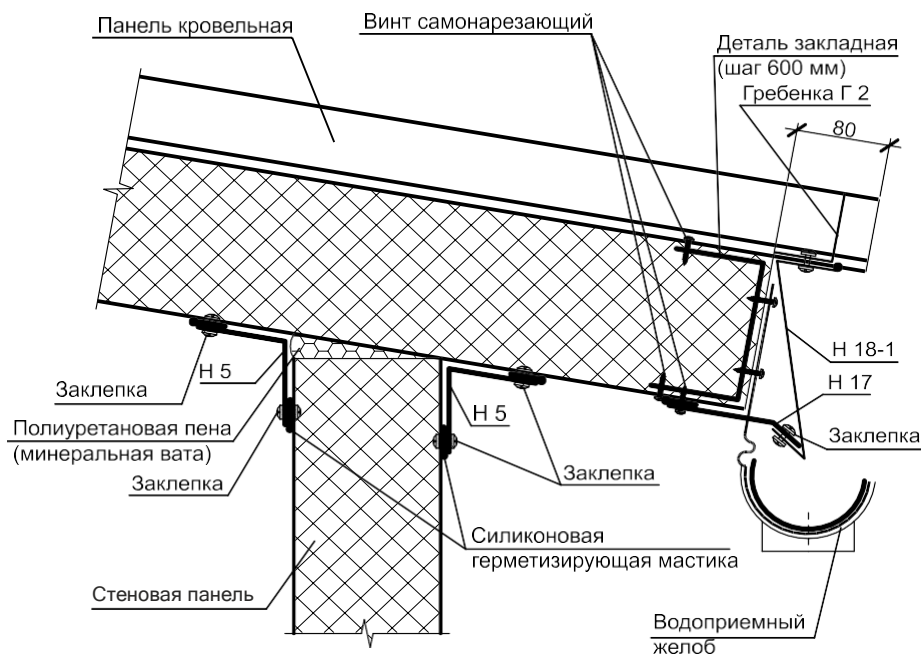

Рис. 48
- Рис. 48;
- Выполнить вырезку панели на расстоянии 80 мм или согласно оверлапа Рис. 48;